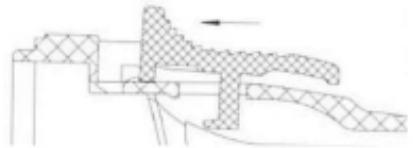

IMAGEN 7
12.1. Presione el gatillo para adelante. (IMAGEN 7)